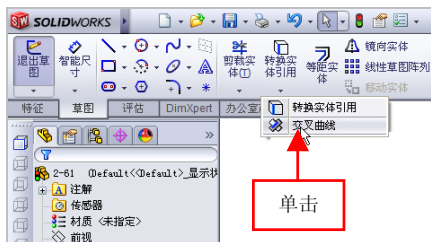

图 2-63 单击【交叉曲线】按钮
(3) 在【草图】选项卡中，单击【转换实体引用】右侧的下拉按钮，在弹出的列表框中，单击【交叉曲线】按钮，如图 2-63 所示。